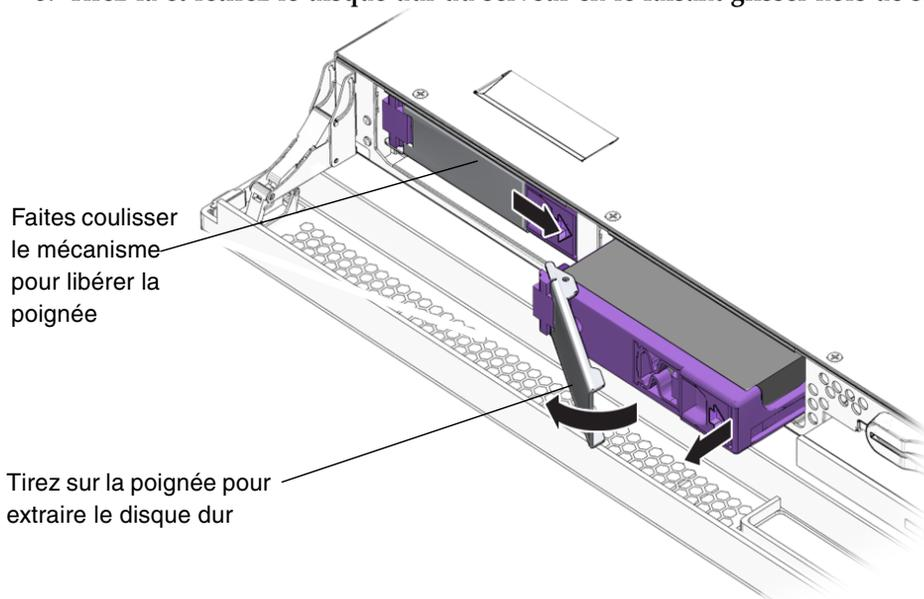

FIGURE 1-7 Retrait d'un disque dur
4. **Faites coulisser vers la droite le mécanisme fermeture avant du disque dur (FIGURE 1-7).**